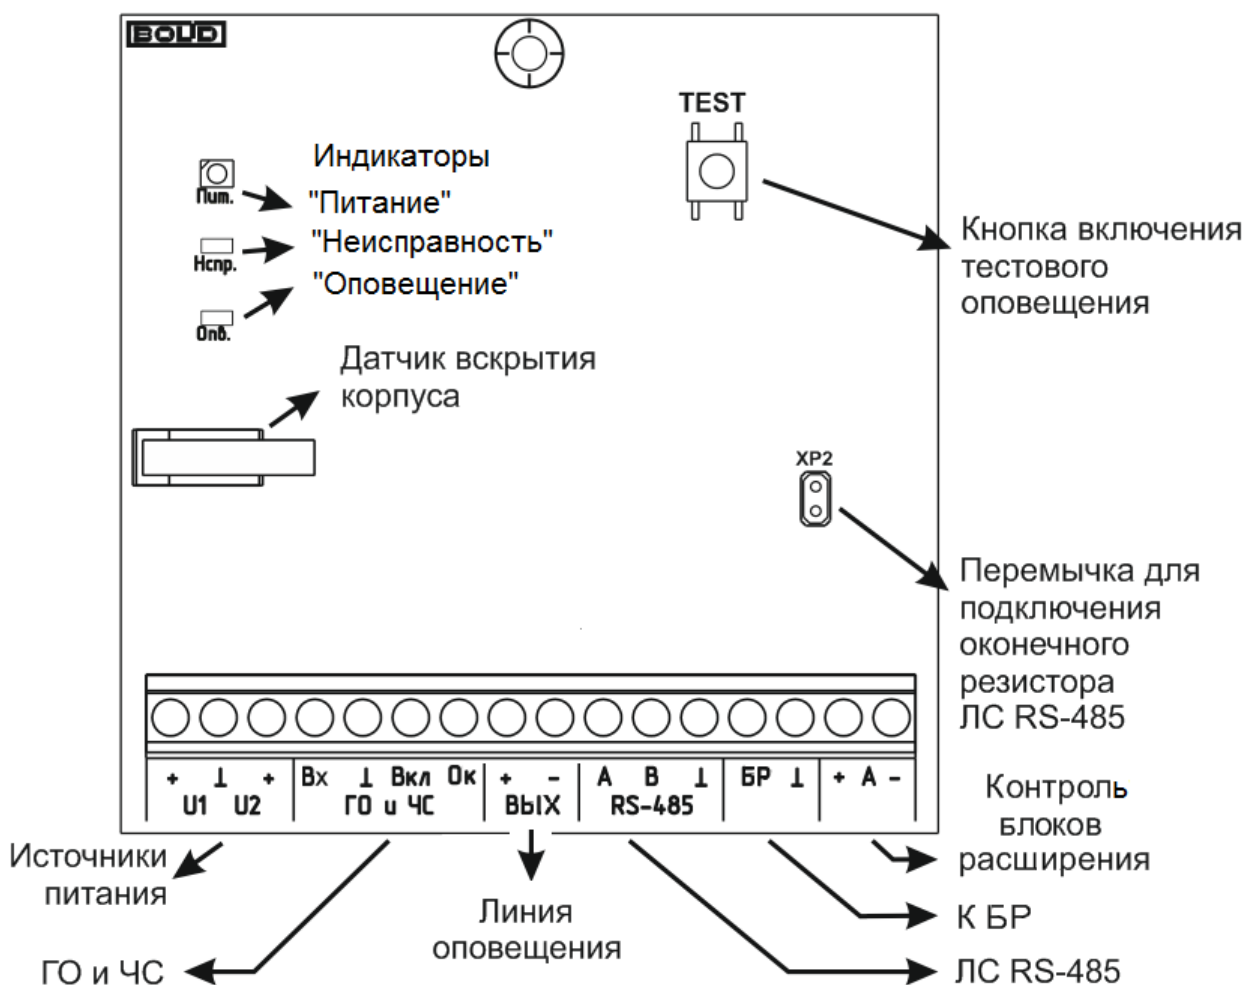

Рис. 3. Органы управления и индикации
- 4.4.2 К клеммам «А» и «В» подключить линию интерфейса RS-485 для работы с сетевым контроллером. Если блок не является первым или последним в линии интерфейса, удалить перемычку подключения оконечного резистора ЛС RS-485 (см. Рис. 3).
На плате блока имеются световые индикаторы, предназначенные для индикации режимов работы и состояния подключённых к нему внешних цепей, а также кнопка «Тест» и датчик вскрытия корпуса (см. **Рис. 3**). Назначение индикаторов приведено в **Таблице 3**.